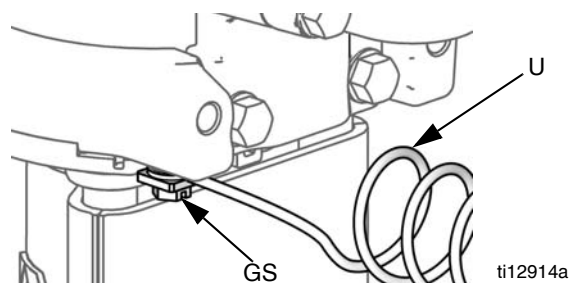

Рис.2. Винт и провод заземления
**Насос.** См. Рис.2. Убедитесь, что винт заземления (GS) прикреплен и надежно затянут на пневмодвигателе. Подсоедините другой конец провода заземления (U) к надежной линии заземления.